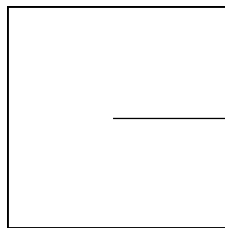

图 7-15 选择多段线
(4) 【编辑顶点 (E)】：通过在屏幕上绘制 X 来标记多段线的第一个顶点。如果已指定此顶点的切线方向，则在此方向上绘制箭头。
(5) 【拟合 (F)】：创建连接每一对顶点的平滑圆弧曲线。曲线经过多段线的所有顶点并使用任何指定的切线方向。
(6) 【样条曲线 (S)】：将选定多段线的顶点用做样条曲线拟合多段线的控制点或边框。除非原始多段线闭合，否则曲线经过第一个和最后一个控制点，如图 7-15 和 7-16 所示：